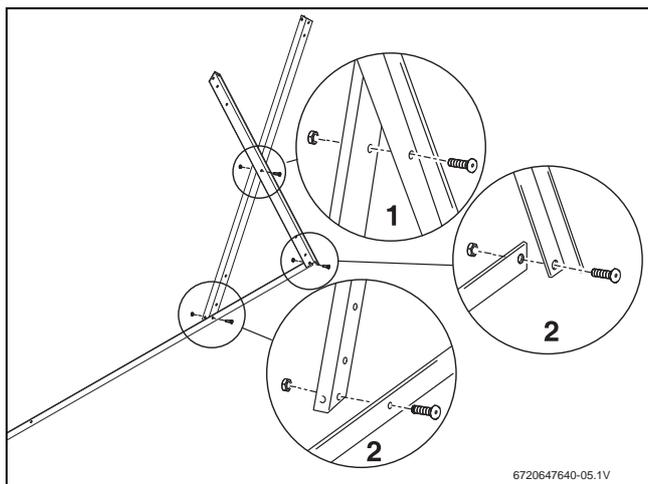

Fig. 10 Aparafusar o perfil de suporte inferior aos perfis de suporte do acumulador
- ▶ Aparafusar no centro dois perfis de suporte do acumulador em cruz (Fig. 10, [1]) e montar o perfil de suporte inferior [2], de modo a que a superfície colocada no chão se encontre virada para dentro.